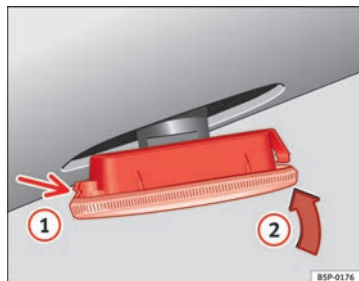

Abb. 195 Seitlicher Blinker
- Setzen Sie den Blinker zuerst in der Aufnahme der Karosserie ein, wobei die Halterungen richtig einrasten müssen ⇒ Abb. 195, Pfeil (1).
- Die Lampe in Pfeilrichtung (2) ⇒ Abb. 195 einsetzen.